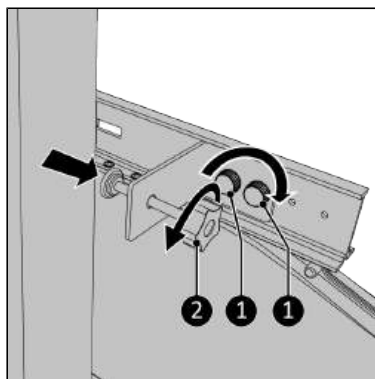

Abbildung 143.
12. Schrauben Sie die Klemmschraube vollständig zurück (Abbildung 143, Pos. 2).
14. Schrauben Sie die Klemhalterung mit den beiden Knopfschrauben (Abbildung 143, Pos. 1) an der Hauptschiene fest.